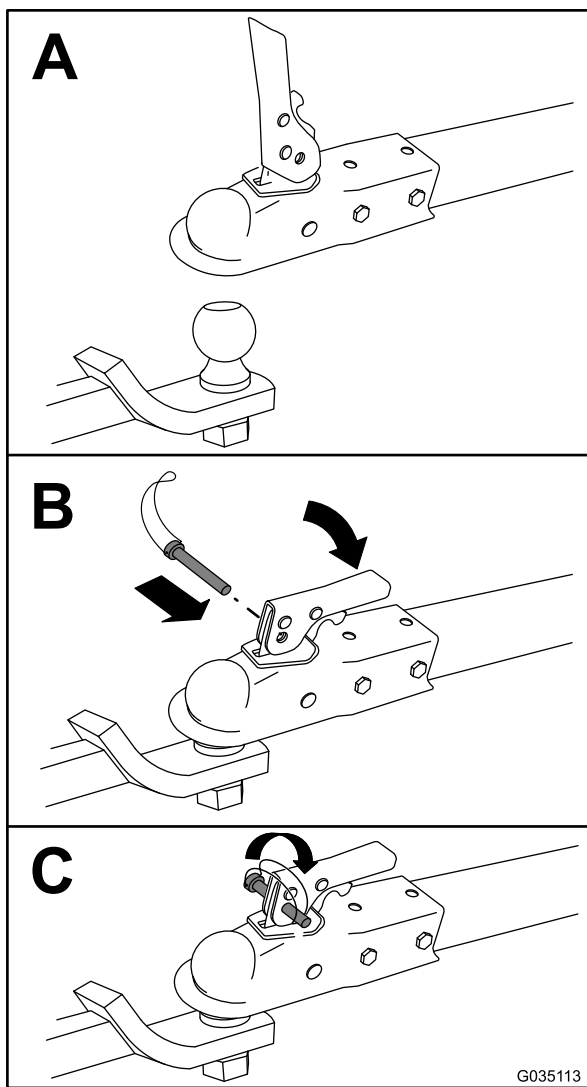

Figura 15
7. Enganche la máquina como se muestra en Figura 15.